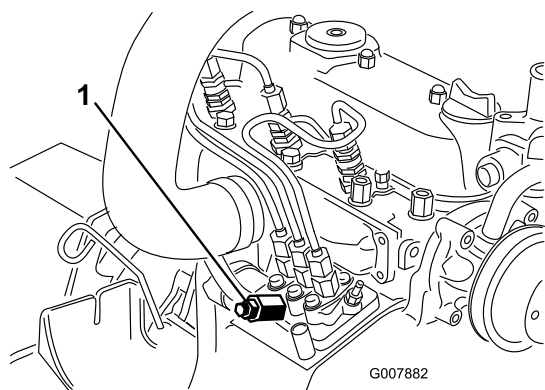

Figura 40
3. Coloque um tapete sob o parafuso de purga de ar na bomba de injeção de combustível e abra-a (Figura 40).